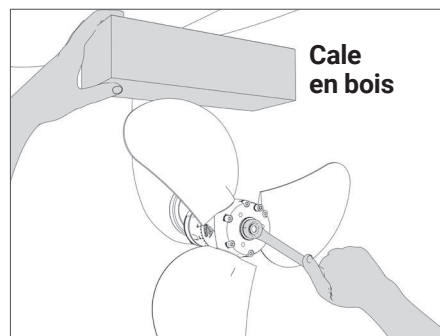

FIG. 3 | Blocage de la rotation
- Pour éviter de plier les pales de l'hélice lors du vissage, faire attention de tourner les pales en position de poussée (et non pas en drapeau), et bloquer la rotation avec une cale en bois entre la pale et la coque. (**Fig. 3**).